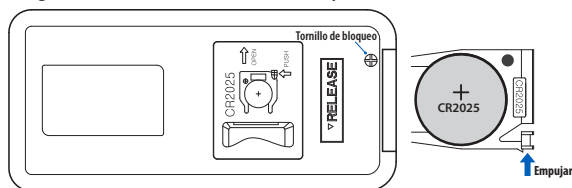

Figura 4
- Para reemplazar la batería, retire el tornillo de bloqueo con un destornillador Phillips pequeño, luego presione la pestaña en la izquierda del soporte de la batería hacia la derecha y retire el soporte de la batería del control (ver Figura 4), como se muestra en el diagrama en la parte de atrás del control. Coloque una batería "CR2025" nueva en el soporte con el lado positivo (+) hacia arriba. Coloque el soporte de nuevo en el control y asegúrelo con el tornillo de bloqueo.